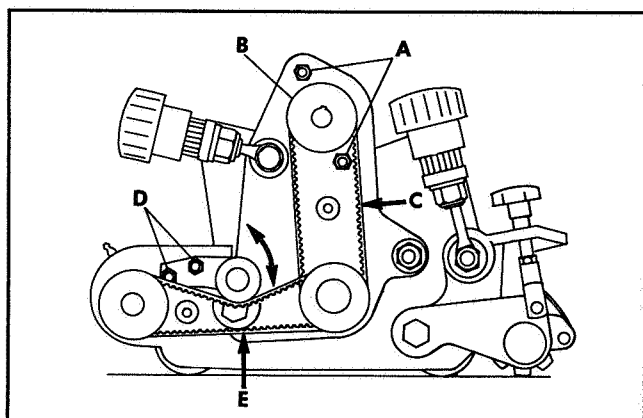

Fig.55
3. Loosen the nuts and bolts holding the hydraulic motor mounting sleeve and move down in slots to its lowest position. (A Fig.55)
4. Remove old belt by sliding over pulley lip. (B Fig.55)
6. Fit new belt over pulleys and by raising the mounting sleeve in the slots of the adjustment plate tension the belt so a deflection of 5mm (3/16in) is achieved with a force of 2.2 Kgs (5lbs) at position C Fig.55 and retighten mounting sleeve nuts and bolts. (A Fig.55) Before running unit replace all covers.
1. Loosen jockey pulley bracket nuts and bolts (D Fig.55) and move jockey bracket up or down so a deflection of 5mm is achieved with a force of 2.2 Kgs in the centre of the lower span E Fig.55. Retighten jockey pulley bracket nuts and bolts. (D Fig.55). Before running unit replace all covers.
3. Die Muttern und Schrauben zur Befestigung der Hydromotor-Anbauhülse lockern und in den Schlitten nach unten auf die unterste Lage stellen (A Fig.55).
4. Den alten Riemen über die Riemenscheibenlippe abziehen (B Fig.55).
6. Den neuen Riemen über die Riemenscheiben aufziehen und durch Anheben der Anbauhülse in den Schlitten der Justierplatte den Riemen so spannen, daß mit einer Last von 2,2 kg an Position C Fig.55 eine Durchbiegung von 5 mm erzielt wird. Danach die Schrauben und Muttern der Anbauhülse (A Fig.55) festziehen. Vor Inbetriebnahme des Geräts alle Abdeckungen einbauen.
1. Die Spannrollenkonsolenmutter und -schrauben (D Fig.55) lockern und die Spannrolle auf- oder abwärts verschieben, bis mit einer Last von 2,2 kg in der Mitte des unteren Trumms (E Fig.55) eine Durchbiegung von 5 mm erreicht wird. Die Spannrollenkonsolenmutter und -schrauben (D Fig.55) wieder festziehen. Vor Inbetriebnahme des Geräts alle Abdeckungen einbauen.
3. Desserrer les écrous et boulons du manchon de fixation du moteur hydraulique puis le reculer dans les lumières (A, Fig.55).
4. Enlever la vieille courroie en la faisant glisser par-dessus la poulie (B, Fig.55).
6. Mettre en place une courroie neuve en la faisant passer sur les poulies puis relever le manchon de fixation dans les lumières. Pour que le réglage soit correct il faut que le brin s'abaisse de 5 mm quand on applique un poids de 2,2 kg au point C (Fig.55). Resserrer les écrous et boulons du manchon de fixation (A, Fig.55). Avant de refaire fonctionner la coupe, remettre tous les capots.
1. Desserrer les écrous et boulons de la poulie tendeur (D, Fig.55), puis la déplacer vers le haut ou vers le bas jusqu'à ce qu'un poids de 2,2 kg appliqué au centre du brin inférieur l'abaisse de 5 mm (E, Fig.55). Resserrer les écrous et boulons de la poulie tendeur (D, Fig.55). Avant de refaire fonctionner la coupe, remettre en place tous les capots.